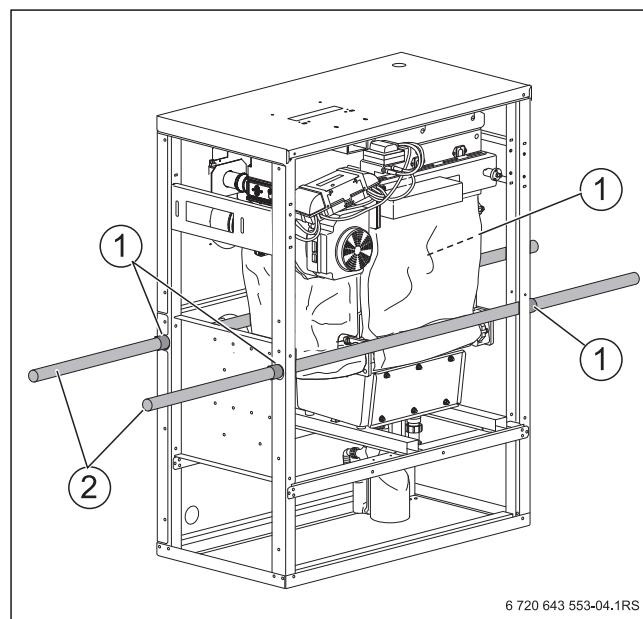

Рис. 5 Перенос котла на трубах
- ▶ Чтобы трубы не скользили, их нужно обмотать липкой лентой в указанных на рис. 5 местах [1].